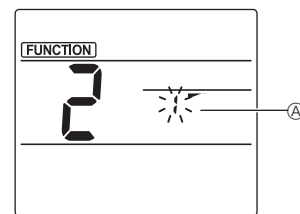

Fig. 2
② Επιλογή του αριθμού πτερυγίου (Fig. 2)